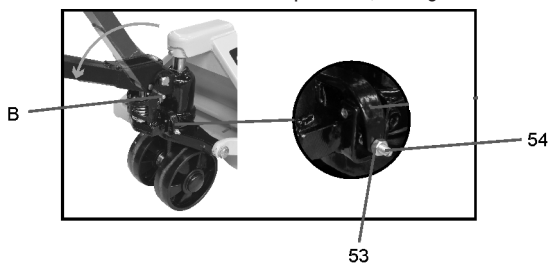

Fig.5 - Retirando o pino
d) O pistão de acionamento do cabo vem travado com um pino “B”, ver fig. 5.
e) Para o correto funcionamento do equipamento, posicione o cabo totalmente na horizontal e remova o pino trava da mola “B”, ver fig. 5.
Em caso de necessidade de ajuste da alavanca para elevar ou baixar a carga, faça o ajuste através do parafuso "54", conforme fig. 5, e depois de concluído o ajuste, trave o parafuso "54" apertando a porca "53".